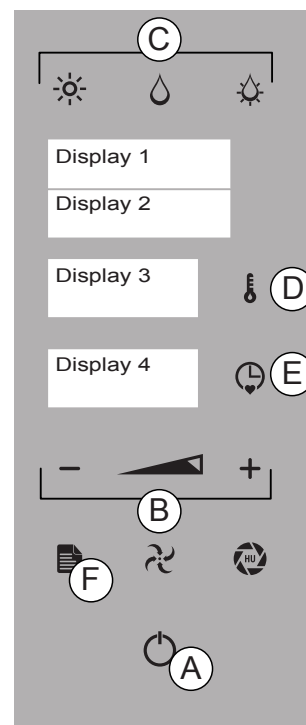

Fig.1
Para salir de la función y volver al menú principal pulse la tecla “MENÚ” (Fig 1/F).
3. Con las teclas “MENOS” y “MÁS” (Fig 1/F) seleccione la función “DELTA T”.
Pulse la tecla “TEMPERATURA” (Fig 1/D) y programe la constante diferencia de temperatura entre cámara de cocción y sonda al corazón comprendida **entre 20° y 120°**.
Pulse la tecla “TIEMPO” (Fig 1/E) y con las teclas “MENOS”, “MÁS” (Fig 1/B) programe la temperatura de la sonda. Pulse la tecla “TIEMPO” para confirmar.
Pulse la tecla “ENTRAR” (Fig 1/A) para iniciar la cocción.